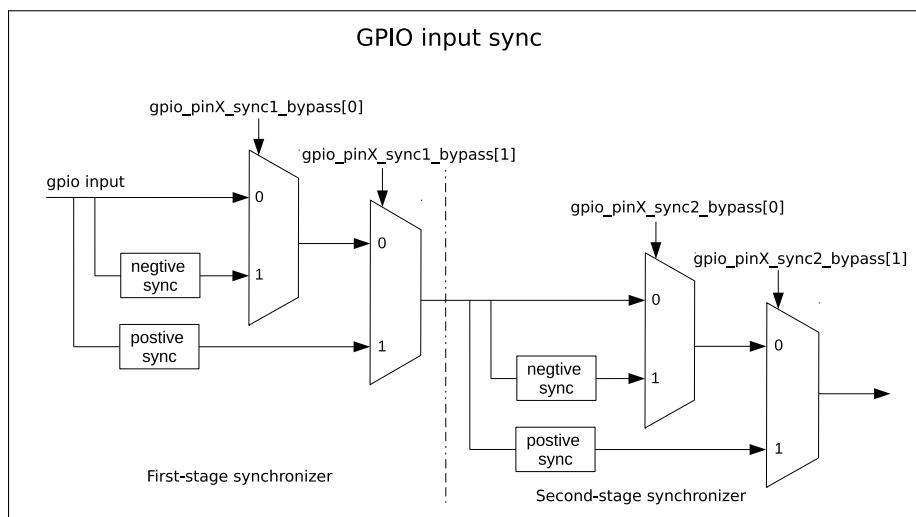

图 5-4. GPIO 输入经 APB 时钟上升沿或下降沿同步
GPIO SYNC 模块的功能如图 5-4 所示。其中，negative sync 为 GPIO 输入经过 APB 时钟的下降沿同步，positive sync 为 GPIO 输入经过 APB 时钟上升沿同步。
- 如图 5-4 所示，配置 `GPIO_PINx_SYNC1_BYPASS` 使能输入信号第一拍为上升沿或下降沿同步。
- 如图 5-4 所示，配置 `GPIO_PINx_SYNC2_BYPASS` 使能输入信号第二拍为上升沿或下降沿同步。